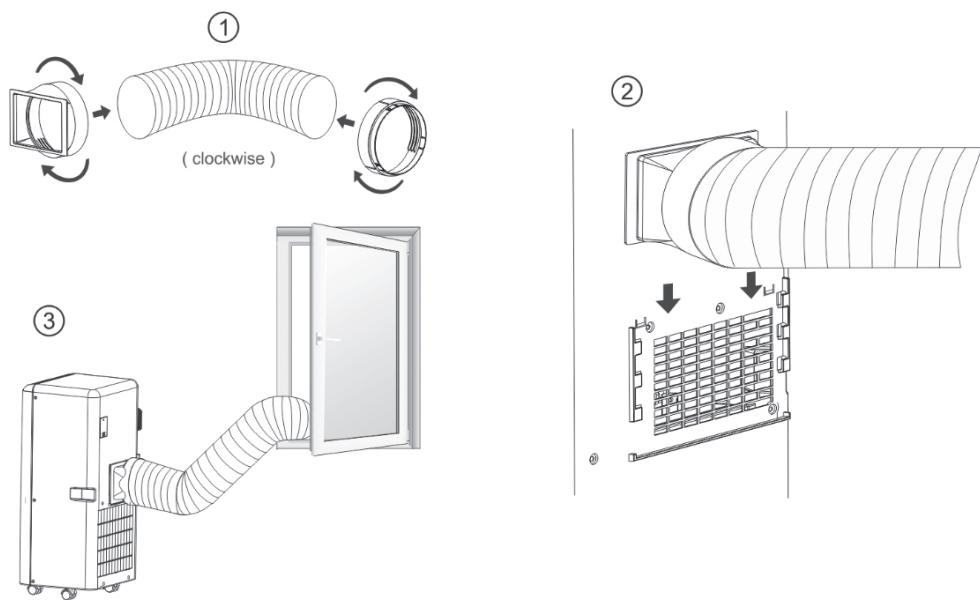

Fig. 4
2. Insérez le clip de fixation carré dans les ouvertures à l'arrière du climatiseur (voir Fig. 4).